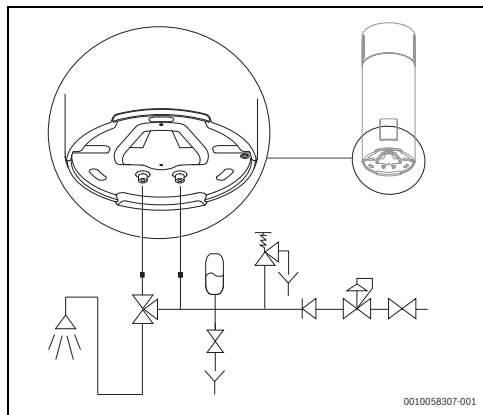

Fig. 20 Collegamenti dell'alimentazione acqua
È obbligatorio per l'installatore del sistema montare una valvola di sicurezza da 8 bar sul tubo di alimentazione dell'acqua fredda (Fig. 20).
Lo scarico collegato alla valvola di sicurezza deve essere installato su una pendenza discendente. Deve inoltre essere installato in un luogo protetto contro la formazione di ghiaccio (Fig. 20).
Non chiudere mai la valvola di intercettazione dell'acqua durante il funzionamento. (→ fig. 20, pagina 21).
- ▶ Installare un vaso d'espansione¹⁾ (→fig. 20) per evitare che la valvola di sicurezza si apra troppo frequentemente.